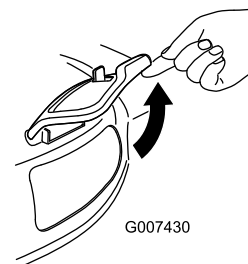

Figure 31
- 2. Lift open the side-discharge door (Figure 31).